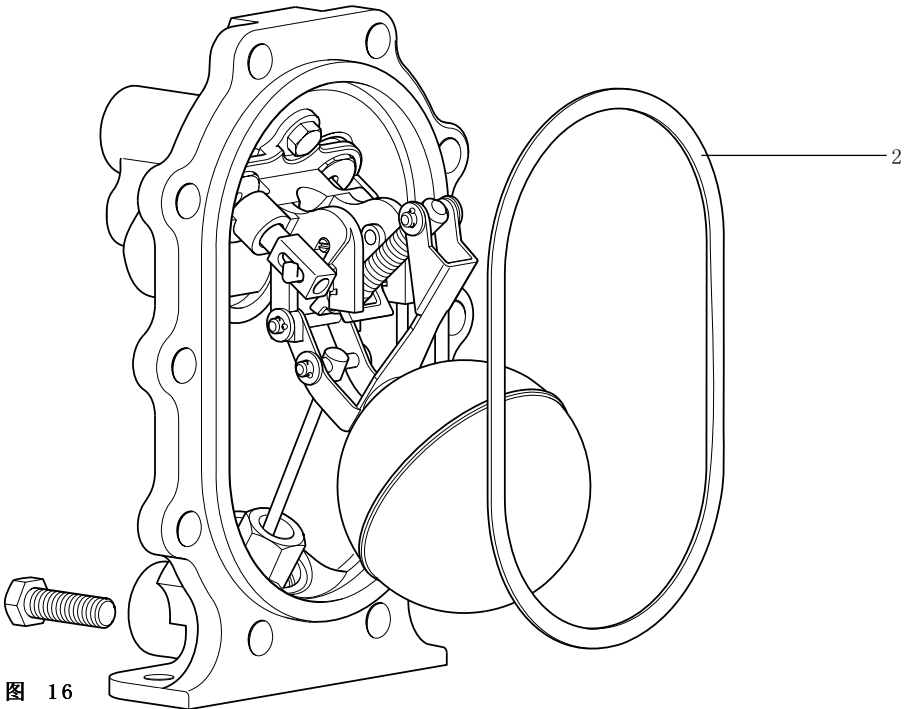

图 16
3. 在已有的泵体上小心安装新的垫圈（部件2）（见图16）。